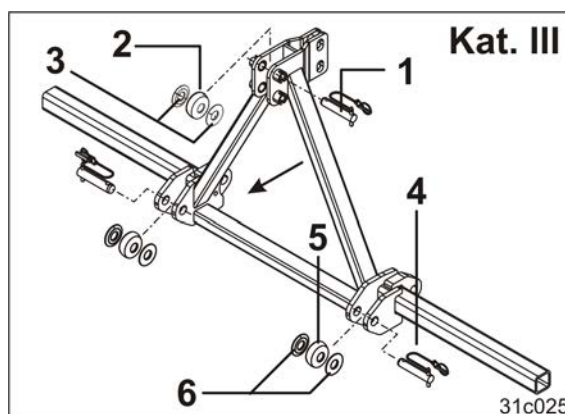

Fig. 53
1. Monter med topstangsbolten $\varnothing 31,7$ mm (Fig. 53/1)
- o et topstangskuglesæde i kat. III (Fig. 53/2).
- o to afstandsskiver i kat. III, 6,5 mm tykke (Fig. 53/3).
2. Monter med hver liftarmsbolt $\varnothing 36,6$ mm (Fig. 53/4)
- o et liftarmskuglesæde i kat. III (Fig. 53/5).
- o 2 afstandsskiver i kat. III, 13,5 mm tykke (Fig. 53/6).